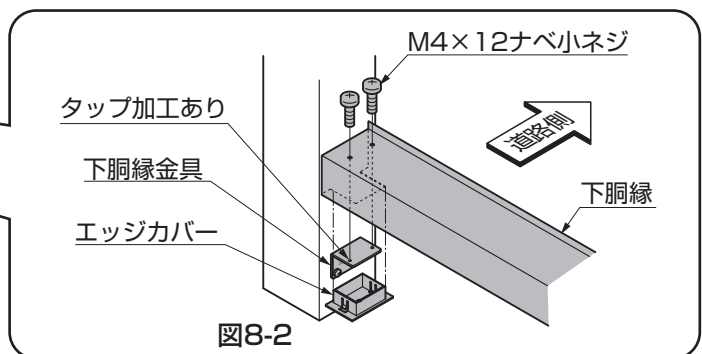

図8-2
- 下胴縁金具は、タップ加工がある穴を天面にして取付けてください。(図8-2参照)
(2) スクリーンの取付け
- ① スクリーンを上側からフレームに差込み、下胴縁に乗せて「φ4×19ナベドリルネジ」で取付けてください。